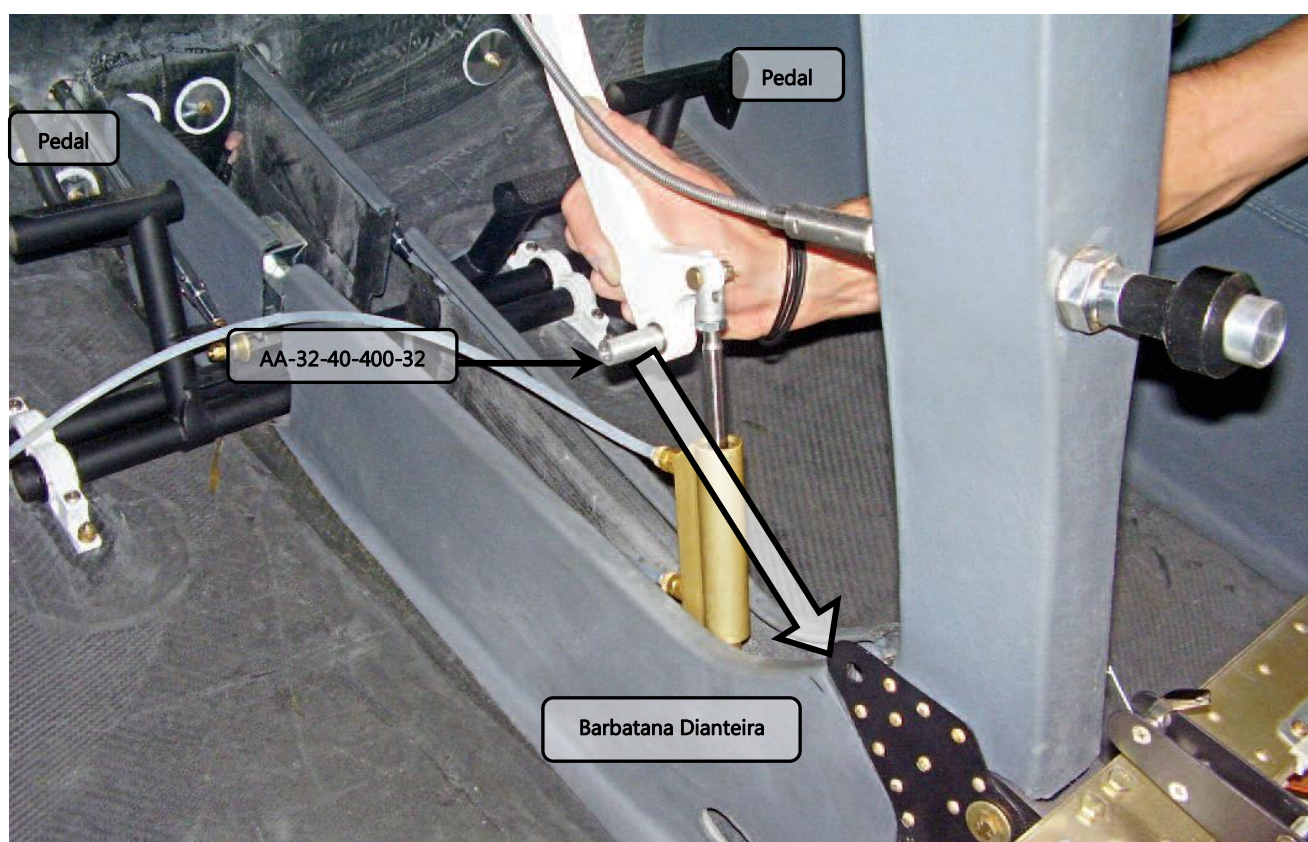

Figura 32.40.60 – Instalação na barbatana.
7. Encaixar o conjunto atuador-alavanca por dentro da barbatana dianteira da fuselagem conforme figura 32.40.60;
Atenção: Observar que a bucha, mostrada na figura 32.40.60, é instalada de modo que fique do lado esquerdo do ponto de vista do piloto.